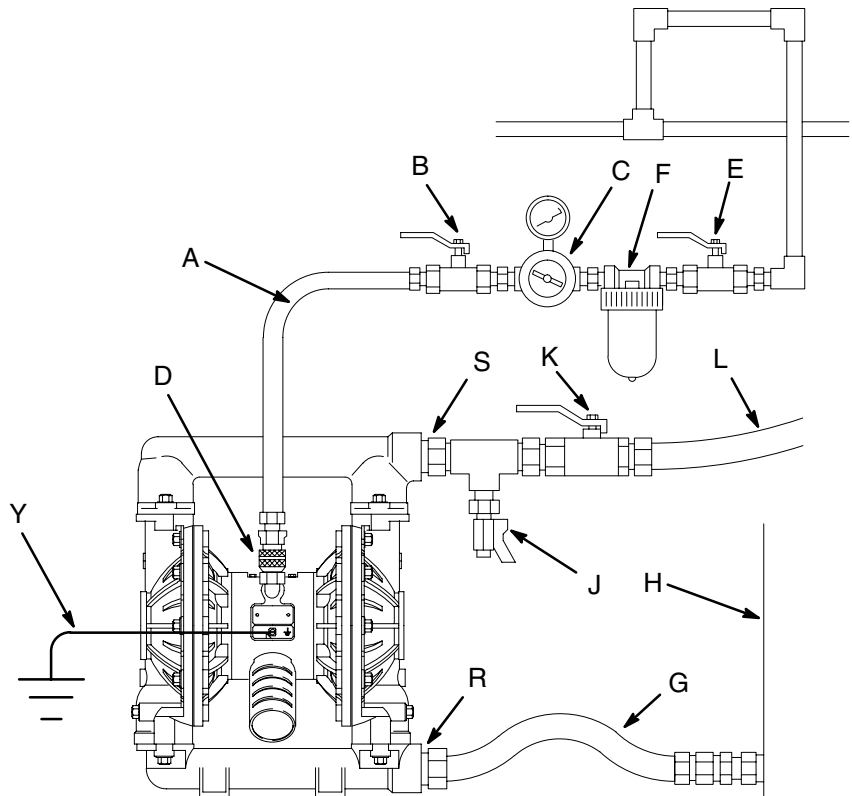
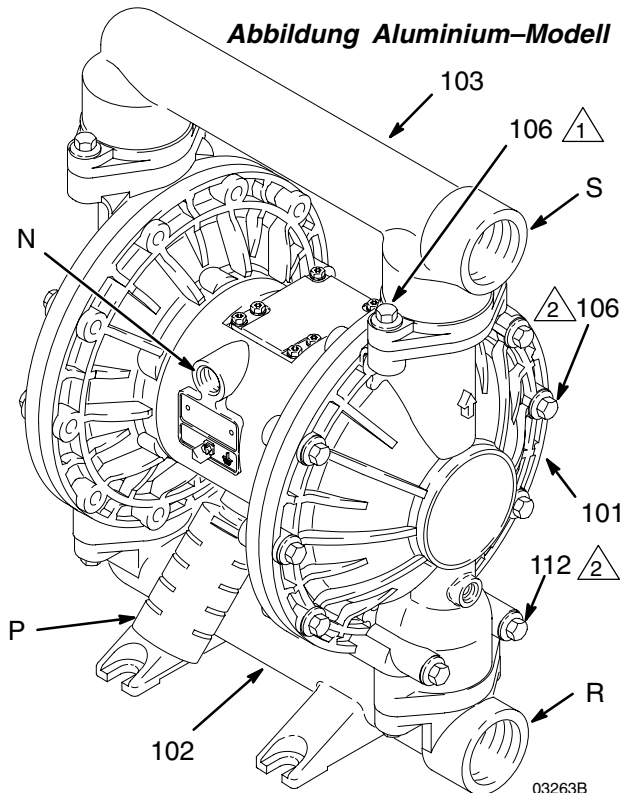

Abb. 2
Abb. 3
1. Bei der in Abb. 2 dargestellten typischen Installation handelt es sich lediglich um eine Richtlinie für die Auswahl und Installation von Systemkomponenten. Für die Planung einer Anlage gemäß den Anforderungen wenden Sie sich bitte an den VERDER-Kundendienst.
4. Die Pumpe durch Greifen des Auslassverteilers (1) sicher anheben. Siehe Abb. 3 auf Seite 7.
In Ihrer Anlage ist ein Lufthahn (B) mit Entlastungsbohrung erforderlich, um zwischen diesem Ventil und der Pumpe eingeschlossene Luft abzulassen. Eingeschlossene Luft kann zu unerwartetem Anlaufen der Pumpe führen, was schwere Verletzungen zur Folge haben könnte, einschließlich Spritzern in die Augen oder auf die Haut, Verletzungen durch bewegliche Teile oder Vergiftung durch gefährliche Materialien. Siehe Abb. 2.
1. Die Zubehörteile der Luftleitung wie in Abb. 2 dargestellt installieren. Diese Zubehörteile an der Wand oder einer Halterung montieren. Sicherstellen, dass die Luftzuleitung zu den Zubehörgeräten geerdet ist.
- a. Zur Steuerung des Materialdrucks einen Luftregler (C) mit Anzeige einbauen. Der Material-Ausgangsdruck ist der gleiche wie die Einstellung des Luftreglers.
- b. Einen Lufthahn mit Entlastungsbohrung (B) in Pumpennähe einbauen und zum Ablassen eingeschlossener Luft verwenden. Siehe **Warnung** oben. Das andere Hauptluftventil (E) vor allen Zubehörteilen der Luftleitung einbauen und zum Isolieren der Zubehörteile während Reinigungs- und Reparaturarbeiten verwenden.
- c. Der Luftfilter (F) entfernt schädlichen Schmutz und Feuchtigkeit aus der Druckluftversorgung.
2. Zwischen dem Zubehör und der Lufteinlassöffnung (N) von 1/2 NPT(f) der Pumpe einen geerdeten, flexiblen Luftschlauch (A) anschließen. Siehe Abb. 3. Luftschlauch mit mindestens 13 mm ID verwenden. Eine Luftschnellkupplung (D) an das Ende des Luftschlauchs (A) anschrauben und das passende Anschlussstück satt in die Lufteinlassöffnung in der Pumpe einschrauben. Die Kupplung (D) erst dann an das Anschlussstück anschließen, wenn Sie zum Betrieb der Pumpe bereit sind.
Es ist ein Materialablassventil (J) erforderlich, um den Schlauch im angeschlossenen Zustand vom Druck zu entlasten. Das Ablassventil vermindert das Risiko von schweren Verletzungen beim Druckentlasten, einschließlich Spritzern in die Augen oder auf die Haut oder Vergiftung durch gefährliche Materialien. Das Ventil in der Nähe der Materialauslassöffnung an der Pumpe einbauen. Siehe Abb. 2.
1. **Geerdete Materialschläuche (L) verwenden.** Der Materialauslass von der Pumpe (S) beträgt 1 1/2" BSPT. Bei den Pumpen 810.0195, 810.0196, 810.0197 und 810.0198 beträgt der Materialauslass von der Pumpe 1 1/2" NPT. Das Materialfitting sicher in den Pumpenauslass schrauben.
2. Einen Druckentlastungshahn (J) in der Nähe der Materialauslassöffnung installieren. Siehe **Warnung** oben.
3. In die Materialauslassleitung ein Absperrventil (K) einbauen.
Bei Auslieferung der Pumpe zeigen Material-Einlass- (R) und -Auslassöffnungen (S) in dieselbe Richtung. Siehe Abb. 3. Zur Veränderung der Ausrichtung von Einlass und/oder Auslass:
1. Die Schrauben (106) entfernen, mit denen der Einlass- (102) und/oder Auslassverteiler (103) an den Abdeckungen (101) befestigt ist.
4. Das Ende des Materialschlauchs (L) in einen geeigneten Behälter geben.
5. Das Materialablassventil (J) schließen. Siehe Abb. 2.
6. Den Druckluftregler (C) schließen. Alle Lufthähne mit Entlastungsbohrung (B, E) öffnen.
8. Langsam den Luftregler (C) öffnen, bis die Pumpe anläuft. Die Pumpe langsam laufen lassen, bis die gesamte Luft aus den Leitungen gedrückt wurde und die Pumpe vorgefüllt ist.